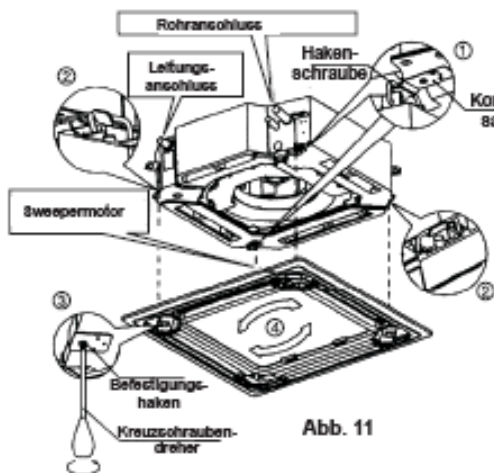

Abb. 11
(3) Installation des Gitters
- a. Richten Sie den Swepermotor auf dem Gitter in Richtung der Leitungsanschlüsse am Gehäuse aus. (Siehe Abb. 11)
- b. Befestigen Sie den Motor mit Hilfe der Haken am Gitter und die andere Seite mit den Haken an dem entsprechenden Kondensatsammler. (Siehe Abb. 11(1)) Hängen Sie dann die anderen beiden Haken an den entsprechenden Stellen des Gehäuses ein. (Siehe Abb. 11(2))
- c. Stellen Sie die vier Hakenschrauben so ein, dass das Gitter horizontal ausgerichtet ist und ziehen Sie sie dann gleichmäßig in Richtung Zwischendecke fest. (Siehe Abb. 11(3))
- d. Drehen Sie das Gitter in Richtung der Pfeile in Abb. 11(4), um den Mittelpunkt der Frontplatte zum Mittelpunkt der Deckenöffnung auszurichten. Stellen Sie sicher, dass die Haken in allen vier Ecken fest angezogen sind.